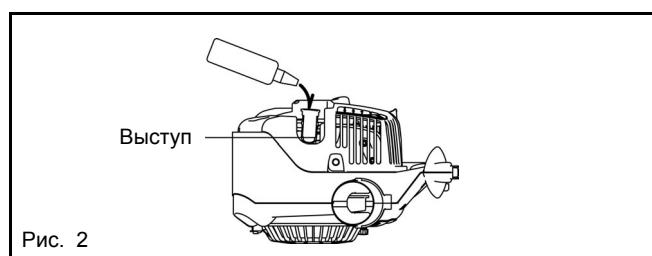

Рис. 2
- (4) Расположите инструмент, как показано на Рис. 2, и залейте масло в выступ внутри масляной трубы.
- (5) После заливки надежно закрепите масляный манометр.